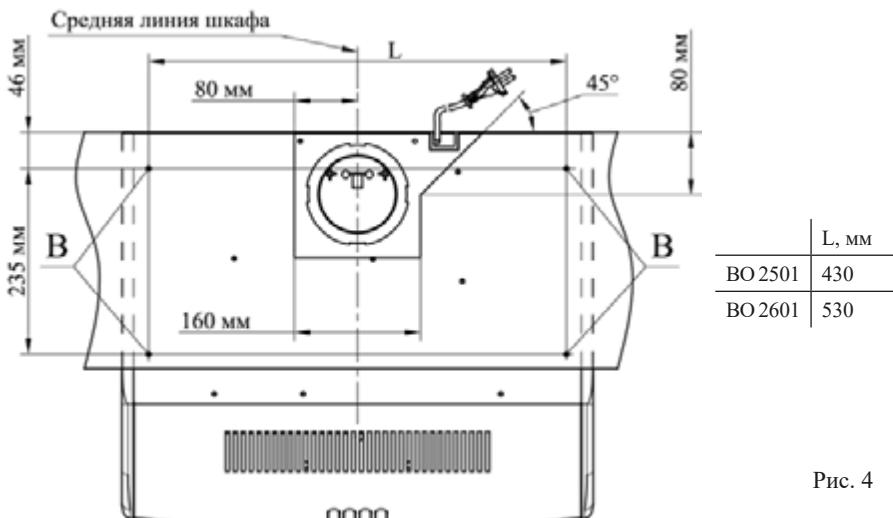

Рис. 4
- 6.7 Также предусмотрен вариант крепления воздухоочистителя к навесному шкафу через крепежные отверстия, расположенные на верхней стенке воздухоочистителя. Разметьте и просверлите отверстия А диаметром 6 мм в дне шкафчика согласно рис. 4, подготовьте проем. При эксплуатации в рециркуляционном режиме проем под фланец не выполнять. Зафиксируйте воздухоочиститель к шкафчику четырьмя винтами и гайками M5 (в комплект поставки не входят приобретаются отдельно).